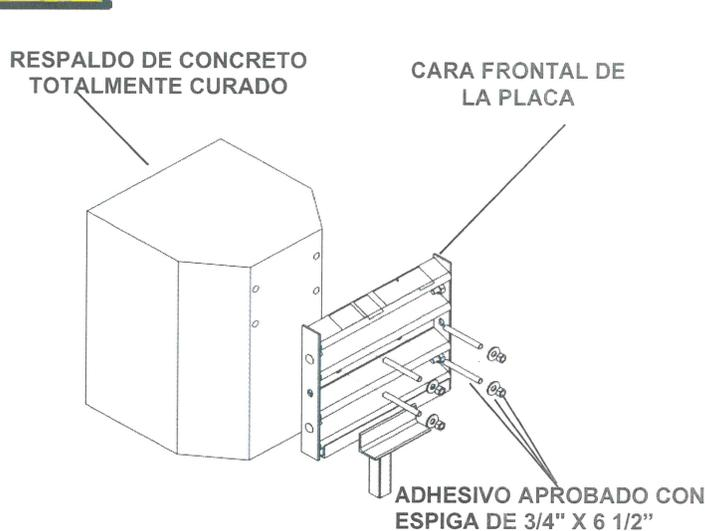

Figura 15
A) Refuerzo de concreto (Figura 15)